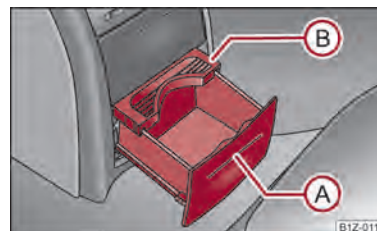

Fig. 68 Consola centrală spate: Suportul pentru pahare
- Apăsăți capacul în zona (A) ⇒ fig. 68 - suportul pentru băuturi iese.
- Reglați suportul pentru pahare deplasând placa de siguranță (B).